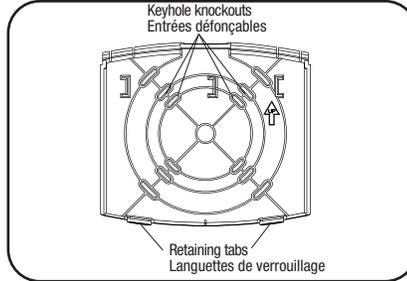

Fig. 2
5. Install the back plate on the wall recessed junction box. The back plate is supplied with universal spider knockouts stamped into the back plate. Knock out the appropriate holes (Fig. 2) and install the back plate on the wall, over the junction box using appropriate screws (not supplied).
5. Installer la plaque arrière sur la boîte de jonction encastrée dans le mur (Fig. 2). La plaque arrière offre des débouchures de distribution universelles estampées au dos du cabinet. Défoncer les trous appropriés et installer la plaque arrière sur le mur, sur la boîte de jonction avec les vis appropriées (non incluses).